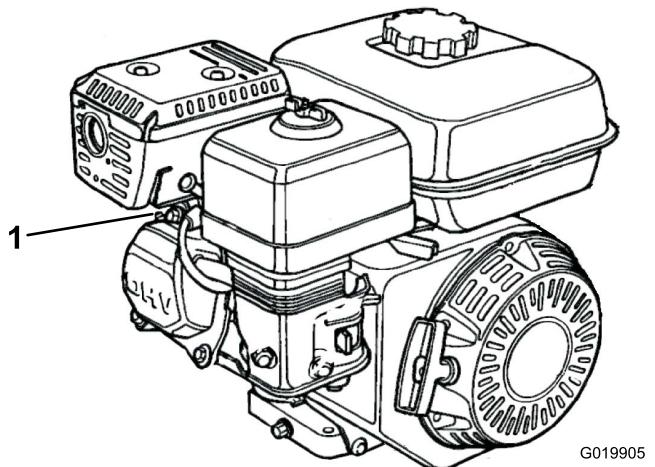

Figure 33
1. Débranchez le fil de la bougie (Figure 33).